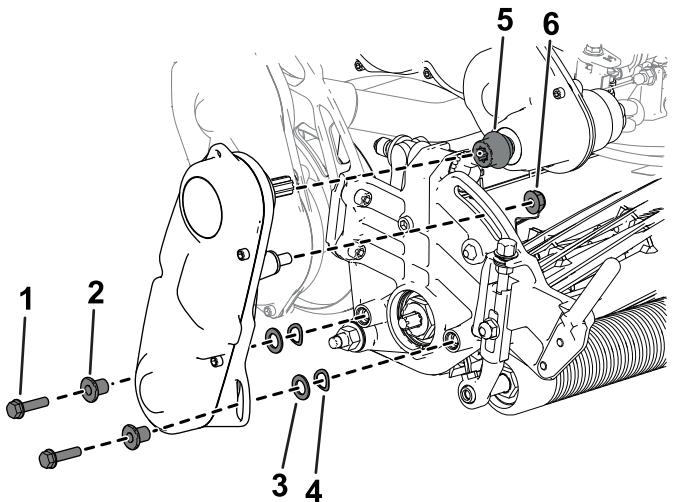

Figure 8
- D. Installez le coupleur sur l'arbre d' entraînement de la transmission (Figure 8).
- E. Utilisez les fixations retirées précédemment pour monter l' entraînement du cylindre sur l'unité de coupe (Figure 8).
- F. Vérifiez que le coupleur (Figure 8) peut coulisser facilement sur l'arbre d' entraînement de la transmission